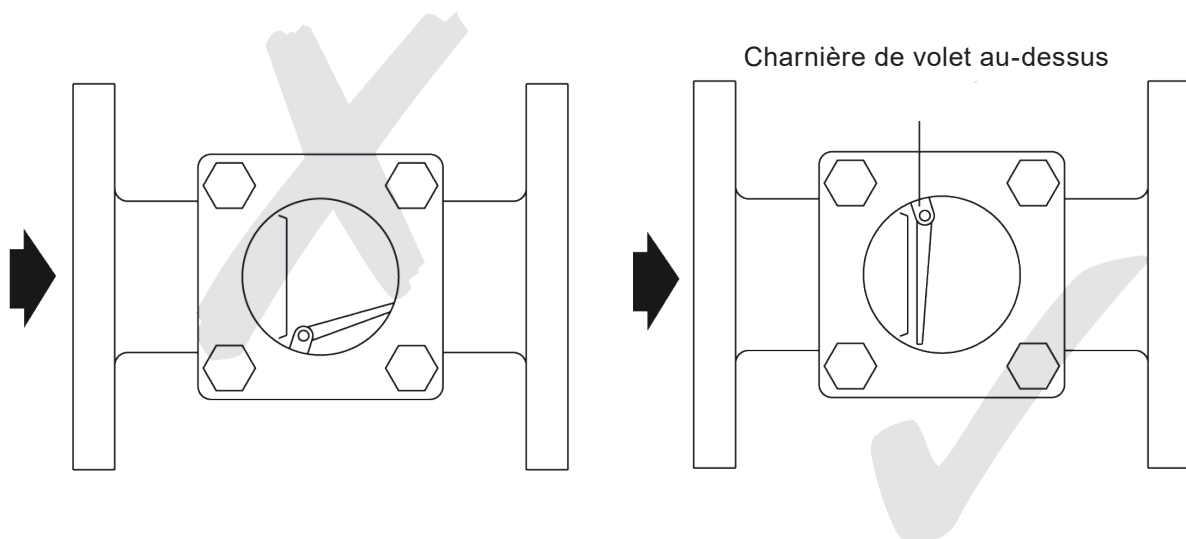

Fig. 3
**Attention :** Lorsque le volet d'indication visuelle de débit en option est nécessaire pour les applications à débits horizontaux, la charnière du volet doit être placée au-dessus, autrement il ne travaillera pas convenablement (voir Fig. 3). Lorsque le purgeur évacue par jet, par exemple les purgeurs thermodynamiques, le contrôleur de circulation devra être installé à une distance d'au moins 1 mètre de celui-ci. Afin d'éviter les chocs thermiques au niveau de la glace, il est raisonnable de prendre des mesures de protection pour le cas où une rupture de la glace surviendrait.